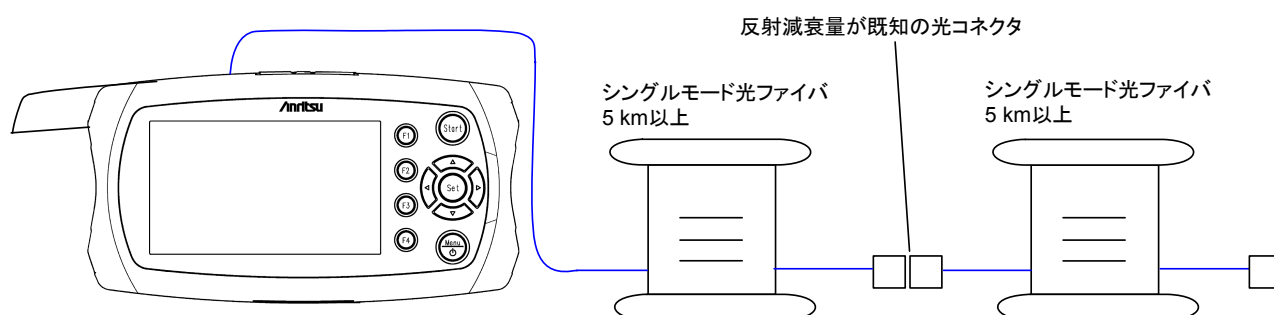

図11.2.1-1 後方散乱光レベル校正の接続図
1. 反射減衰量 R_0 dB がわかっている光コネクタを準備して、本器と光ファイバを図11.2.1-1のとおり接続します。